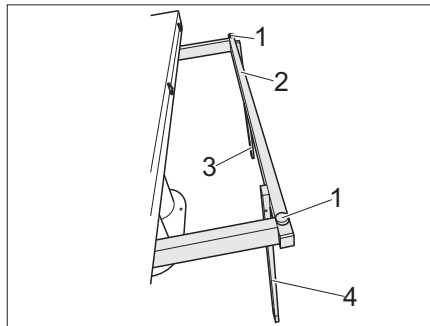

Fig. 114 Colocar los soportes en posición vertical
- Sacar la estructura inferior de la mesa (Fig. 114,2).
- Colocar los soportes (Fig. 114,3 y 4) en posición vertical.
- Ajustar la altura deseada del tablero de mesa con los dos tornillos (Fig. 114,1).